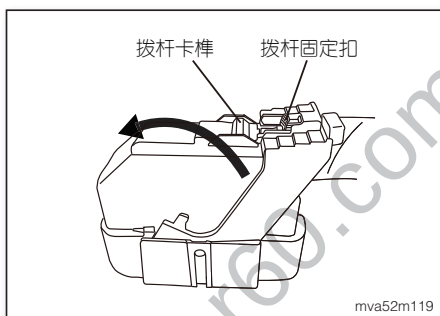

图7
6. 扳开红色拨杆固定扣，按下拨杆卡榫，将固定拨杆朝箭头方向扳开，拆下ABS电气单元线束接头(如图7)。